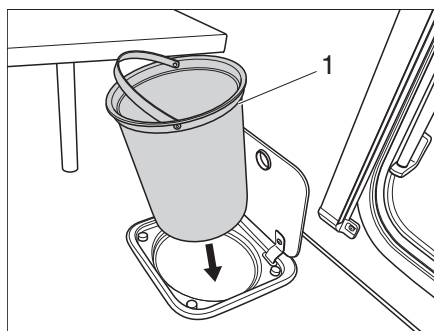

Fig. 159 Recipiente de basura de la cocina
- Extraer el recipiente de basura (Fig. 159,1) tomándolo del asa y vaciarlo según prescripciones vigentes.